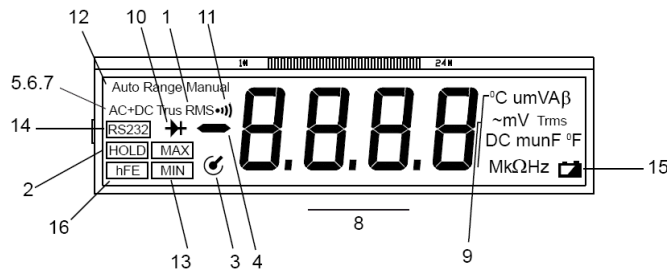

Рисунок 2
**Символы дисплея** (рисунок 2)